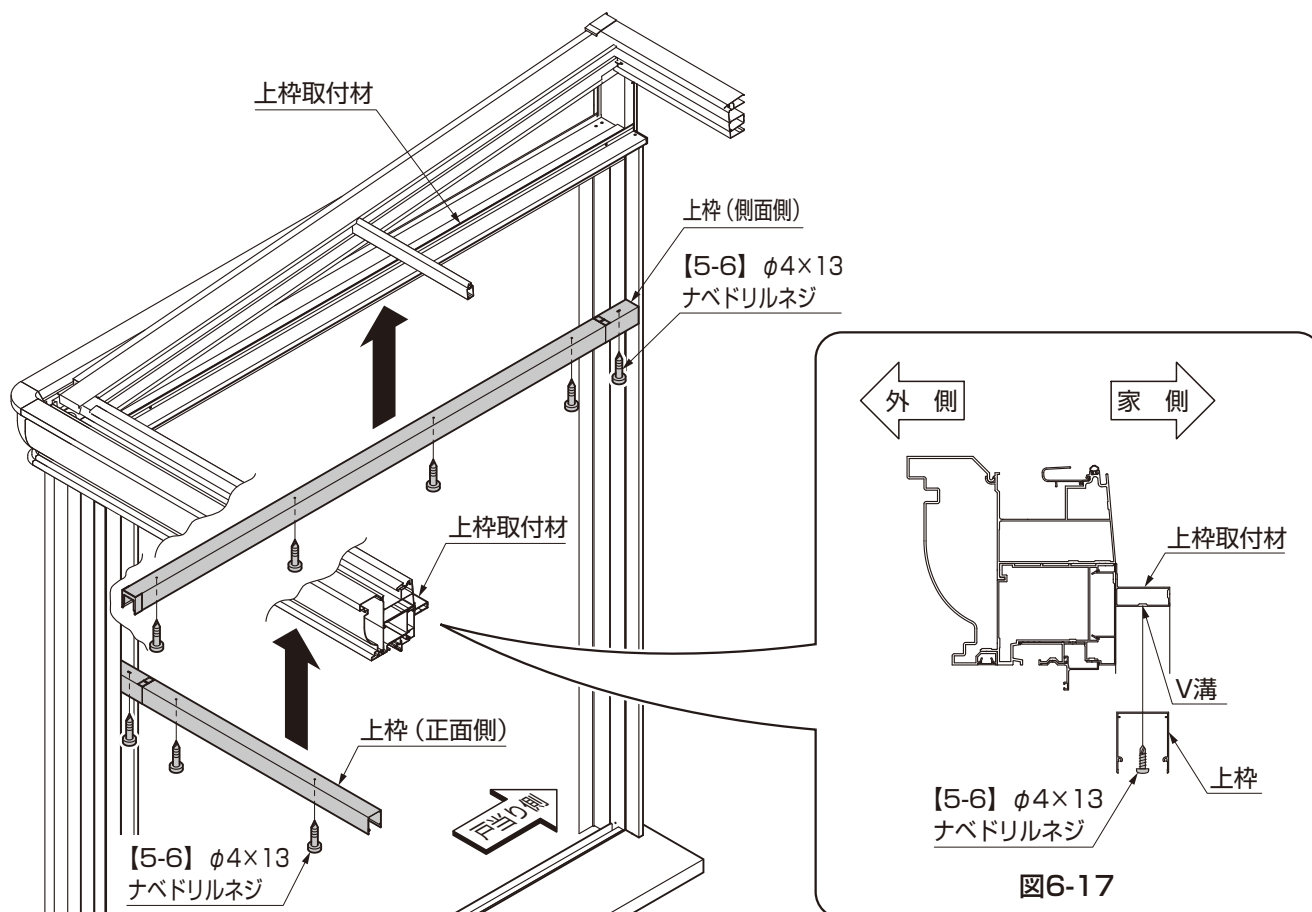

図6-17
①上枠の穴の中心を上枠取付材のV溝に合わせて【5-6】で取付けてください。(図6-17参照)